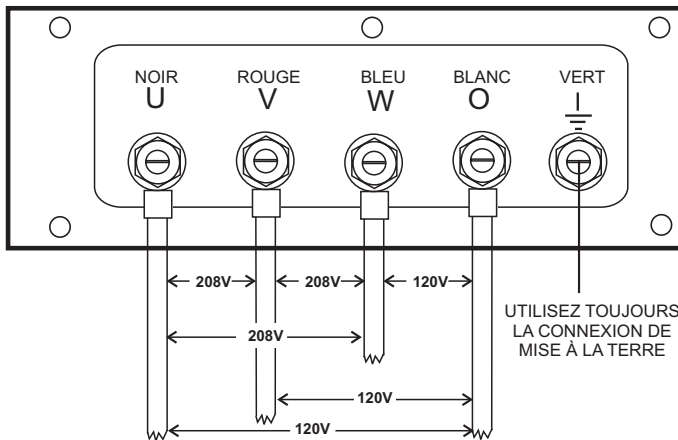

Figure 23. Attaches de la Borne de Sortie Connexions 3Ø-208/120V
2. Connectez les câbles de charge aux **attaches de la borne de sortie** comme l'illustre la Figure 23.